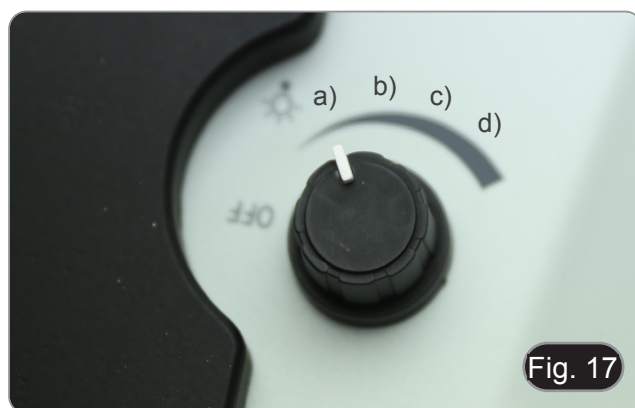

Fig. 17
El interruptor tiene cuatro posiciones disponibles (Fig. 17):
5. Encender el anillo luminoso LED (posición “b”, Fig. 17).